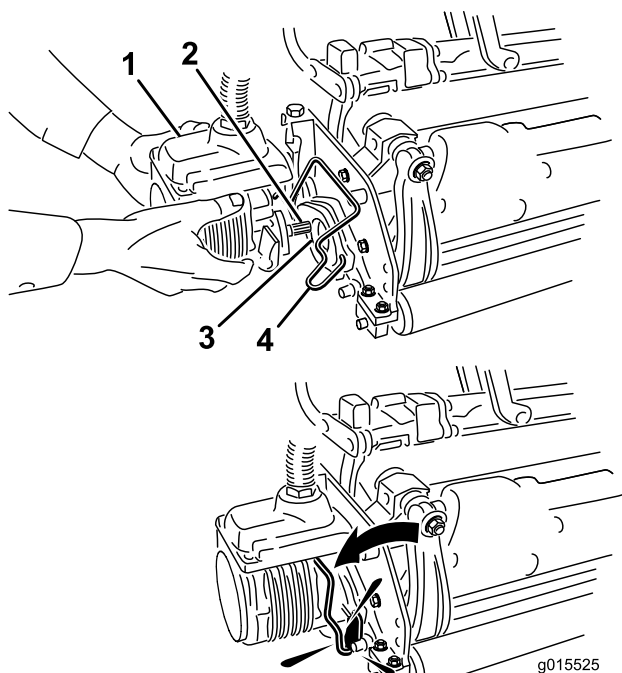

Figura 34
6. Cubra el eje acanalado del motor de la unidad de corte con grasa limpia (Figura 34).
7. Introduzca el motor en el lado izquierdo de la unidad de corte (visto desde el puesto del operador) y tire de la barra de retención del motor (en la unidad de corte) hacia el motor hasta que oiga un "clic" en ambos lados del motor (Figura 34).